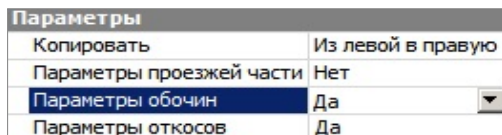

Рис. 15.11
- Примените команду копирования для обочин (рис. 15.11).